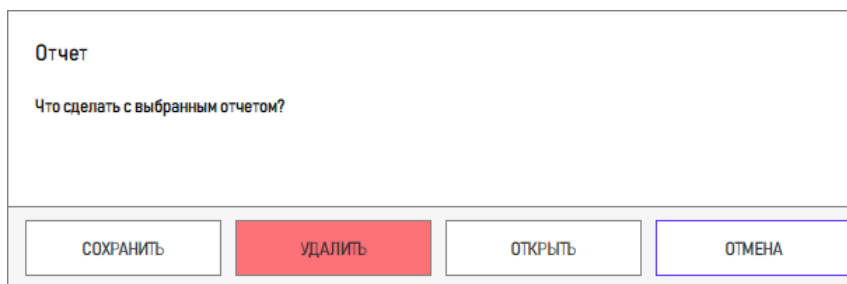

Рисунок 260 – Доступные действия с отчетом АВПО
3) Для работы с сохраненными отчетами необходимо нажать на отчет в секции «Сохраненные отчеты». Для отчета доступны следующие действия (рисунок 260):
4) Для работы с сохраненными отчетами необходимо нажать на отчет в секции «Сохраненные отчеты». Для отчета доступны следующие действия (см. рисунок 260):